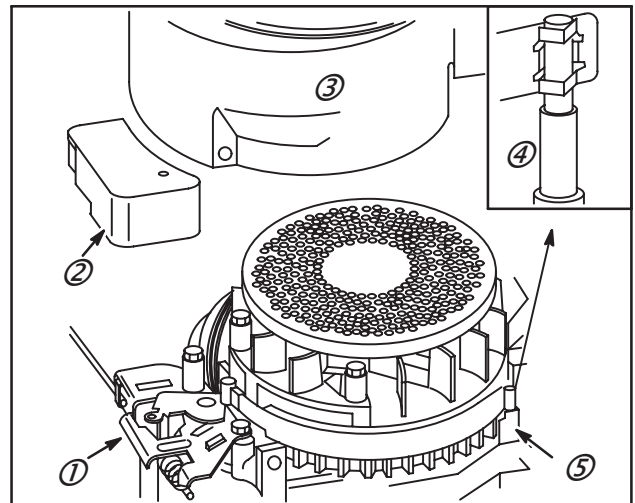
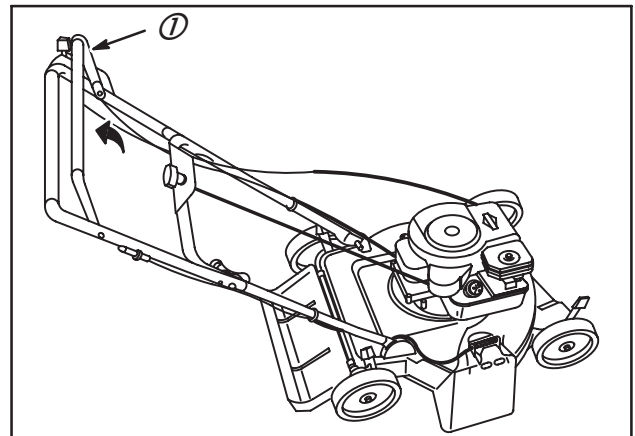

Fig. 116
Fig. 117
Les moteurs équipés des System 3® et 4® possèdent un frein sur volant, Fig. 116. Le frein **DOIT ARRÊTER** le moteur (lame de coupe) en moins de **trois secondes après que l'utilisateur a lâché le levier de commande**, Fig. 117.
- b. Ergot d'ancrage (5) mal aligné ou tordu – vue détaillée (4).
- d. Rivet du levier de support de commande (1) abîmé ou lâche. (Voir système d'allumage, Chapitre 2.)
- e. Support de commande (1) mal réglé.
- f. Commandes (1) endommagées, Fig. 117.
2. Desserrer la vis de pontet et déposer le câble du levier de commande, Fig. 116.
1. Déposer le carter de turbine et la grille de volant, Fig. 116.